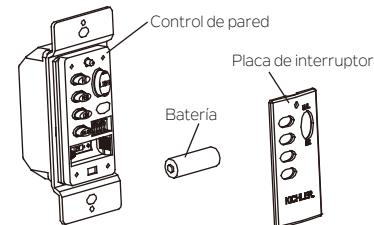

Fig. 14
**Paso 3.** Instalar la batería 23A 12V (incluida) con el sistema de control de pared y asegúrese de que esté asentada de forma correcta. Luego reemplace la placa del interruptor. (Fig. 14)